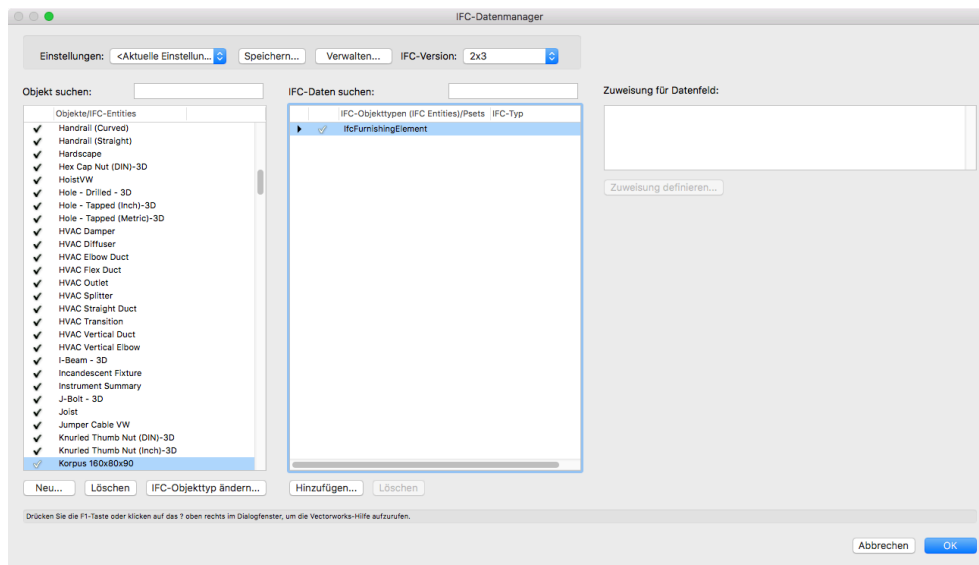

BILD 17
3. Klicken Sie nach dem Zuweisen des entsprechenden IFC-Objekttyps auf **OK**. Der gewählte IFC-Objektyp wird im mittleren Bereich des Dialogfensters angezeigt (BILD 17). Dieser Objektyp ist jetzt der Vorgabe-IFC-Objektyp für alle Symbole oder Objekte mit Namen, der zur Objektliste hinzugefügt wurde.